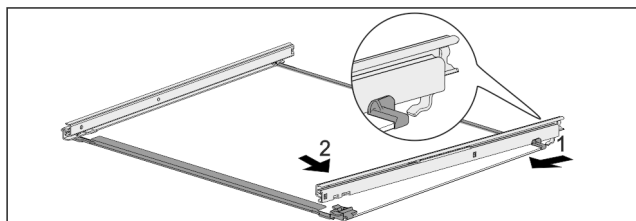

Fig. 41 Staklena ploča s vodilicama
- ▶ Zakvačite vodilicu sa stražnje strane. Fig. 41 (1)
- ▶ Uglavite vodilicu s prednje strane. Fig. 41 (2)